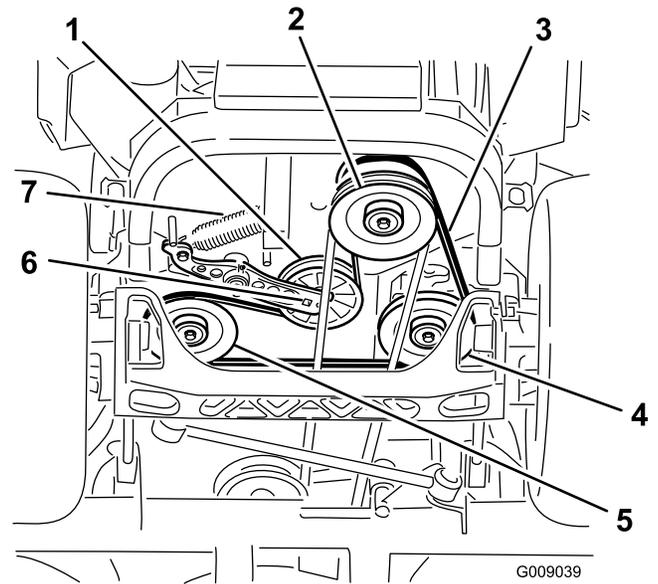

Figura 86
4. Eleve a máquina e apoie-a (Figura 86).
5. Utilize uma lingueta no orifício quadrado no braço intermédio para retirar a mola intermédia (Figura 86).
6. Desengate a mola intermédia da estrutura (Figura 86).
9. Utilize uma lingueta no orifício quadrado no braço intermédio; coloque a mola intermédia na estrutura (Figura 86).